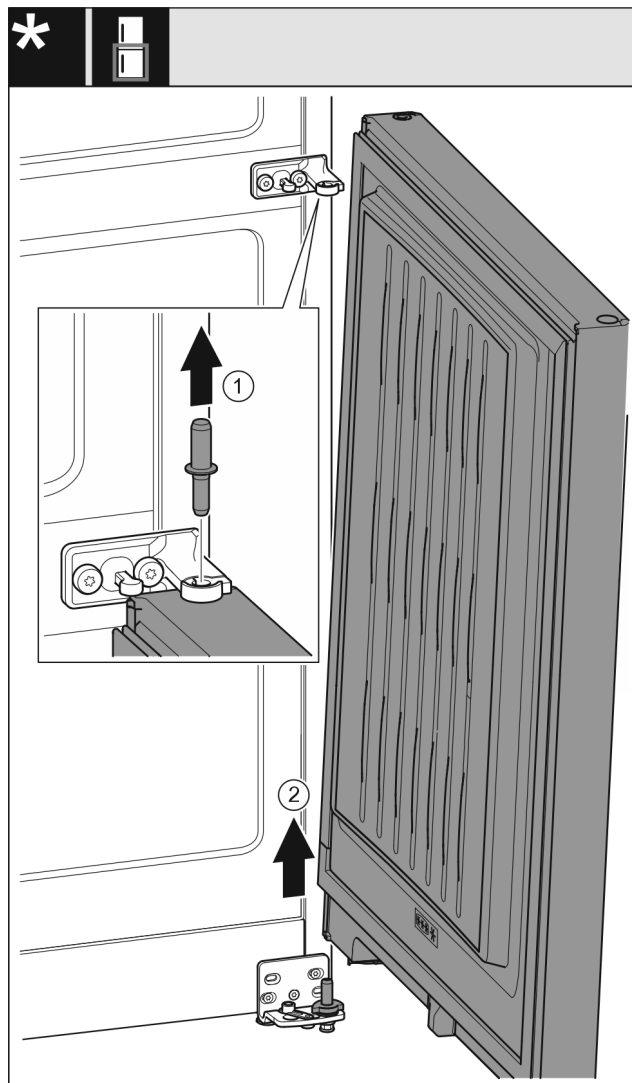

Fig. 9
- ▶ Издърпайте болта Fig. 9 (1) нагоре.
- ▶ Завъртете навън вратата Fig. 9 (2), издърпайте я нагоре и я сложете настрани.